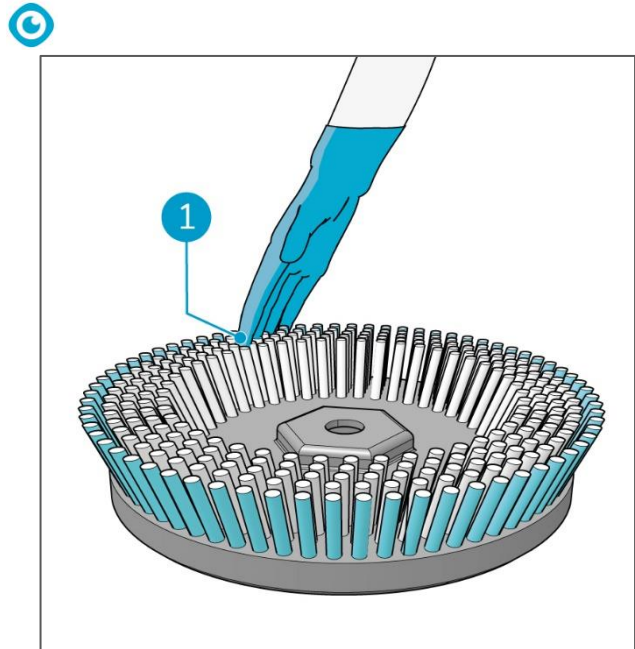

Figura 43
3. Retira con cuidado con la mano los restos de cada uno de los cepillos de disco (Figura 43, pos. 1).